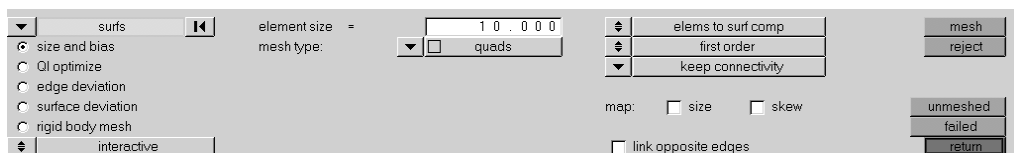

图 7-35 二维网格剖分参数设置
(3) 选择圆孔周围与此前进行了剖分的两个平面相邻的那个平面, 按照图 7-35 所示的参数进行二维网格剖分的设置。